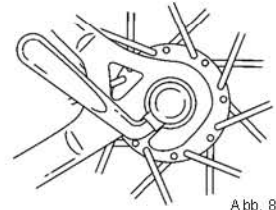

Abb. 8
- (4) Setzen Sie die Kette auf das kleinste Freilauf-Kettenrad. Setzen Sie anschließend das Rad nach oben und hinten in die Rahmen-Ausfallenden und ziehen Sie es bis zum Anschlag in die Ausfallenden.
- (5) Ziehen Sie die Schnellspann-Stellmutter an, bis diese handfest am Rahmen-Ausfalle anliegt. Bewegen Sie dann den Hebel nach vorne, bis er parallel zur Hinterradgabel bzw. Sattelstütze oder gekrümmt zum Rad ist (Abb. 6 und Abb. 8). Um ausreichend Kraft zum Anziehen haben, müssen Sie Ihre Finger zur Hebelwirkung um ein Rahmenrohr legen. Der Hebel muss sich deutlich in der Handfläche abzeichnen.